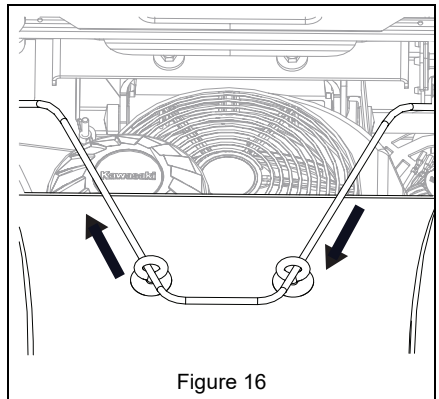

Figure 16
2. Faire passer l'autre extrémité de la corde dans les boulons à œillet. Voir Figure 16.